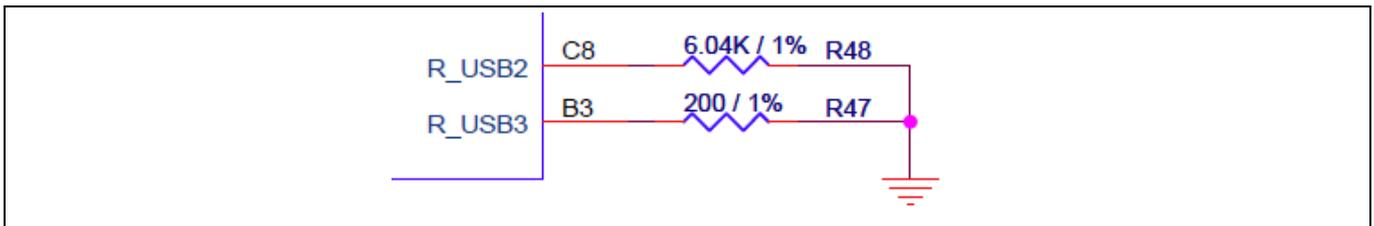

Figure 14 USB2 和 USB3 的参考电阻
- 使用精度为 1% 的 6.04 k $\Omega$  高精度电阻将 R\_USB2 引脚接地。然后，使用精度为 1% 的 200  $\Omega$  高精度电阻将 R\_USB3 引脚接地。请参考 Figure 14。